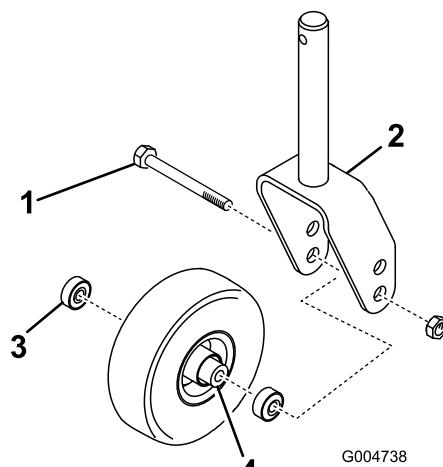

Figura 25
1. Togliete il dado di bloccaggio dal bullone che fissa la rotella orientabile alla forcella (Figura 25). Afferate la ruota orientabile ed estraete la vite a testa cilindrica dalla forcella o dal braccio di rotazione.
2. Togliete il cuscinetto dal mozzo della ruota e lasciate cadere il distanziale del cuscinetto (Figura 25). Togliete il cuscinetto dalla parte opposta del mozzo della ruota.